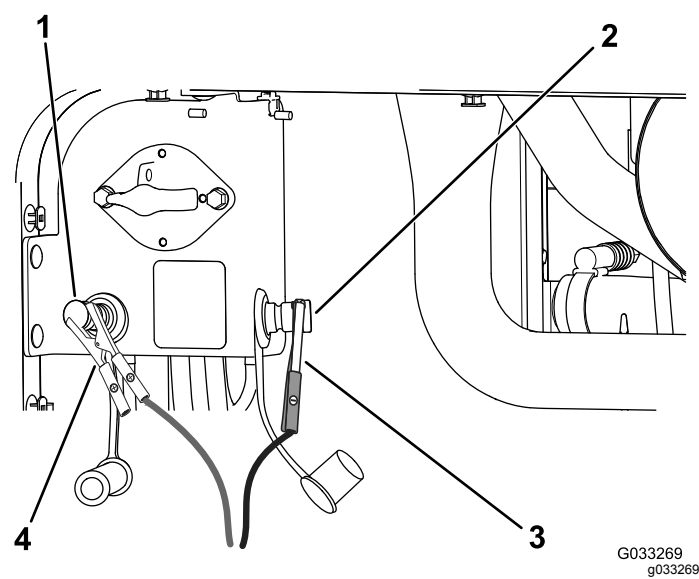

Figura 115
- 4. Ligue o cabo positivo do carregador da bateria ao polo positivo de arranque (Figura 115).
- 5. Ligue o cabo negativo do carregador da bateria ao polo negativo de arranque (Figura 115).
- 7. Quando as baterias estiverem totalmente carregadas, desligue o carregador da tomada elétrica e em seguida desligue os cabos do carregador dos polos de arranque (Figura 115).